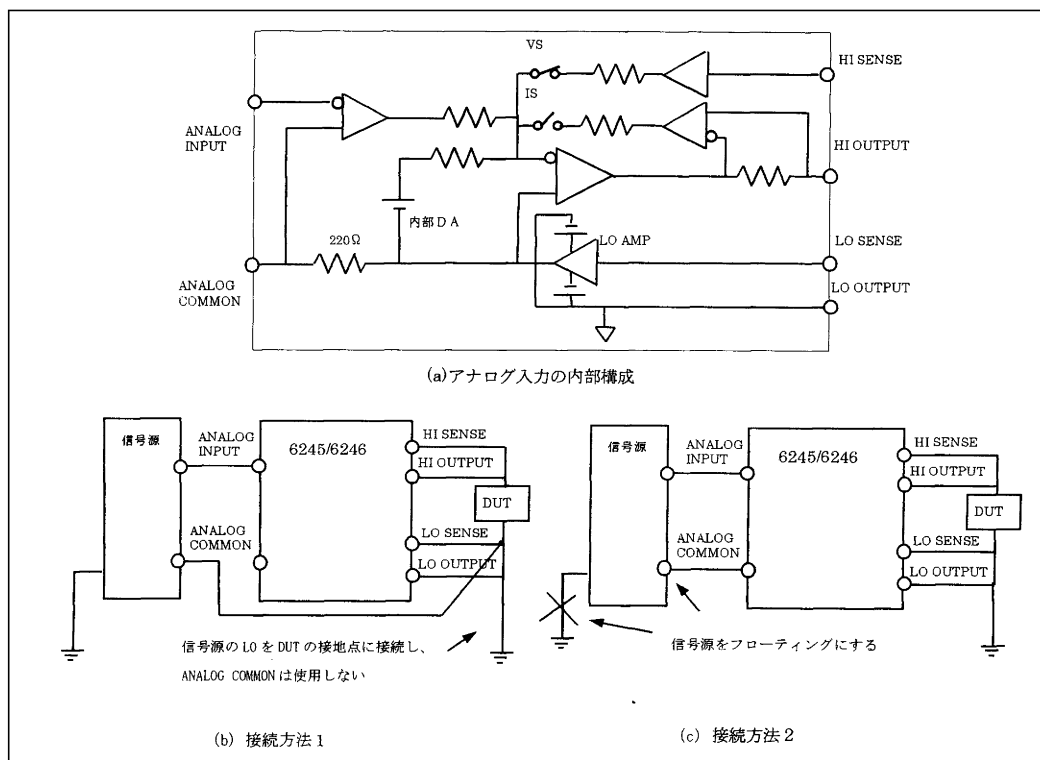

図 7-5 アナログ入力の構成
[図 7-5(a)] にアナログ入力の構成を示します。また [表 7-12] にアナログ入力の性能を示します。
- ・ $5V_{peak}$ 以上の電圧印加の恐れがある場合には、図 7-5(b) または (c) のように接続して下さい。